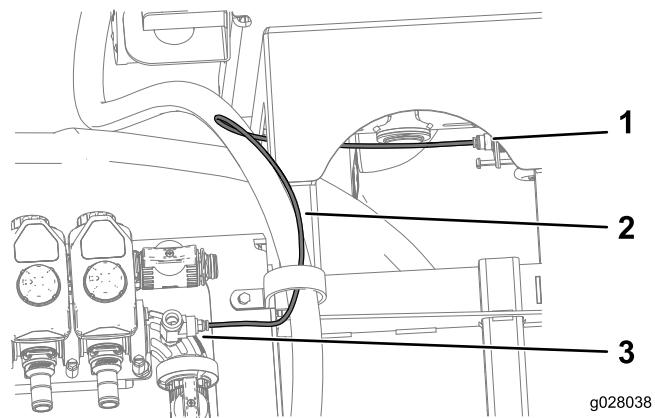

图15
- 将压力传感器线连接至压力表连接器上的 T 形弯头和阀门 (图15)。